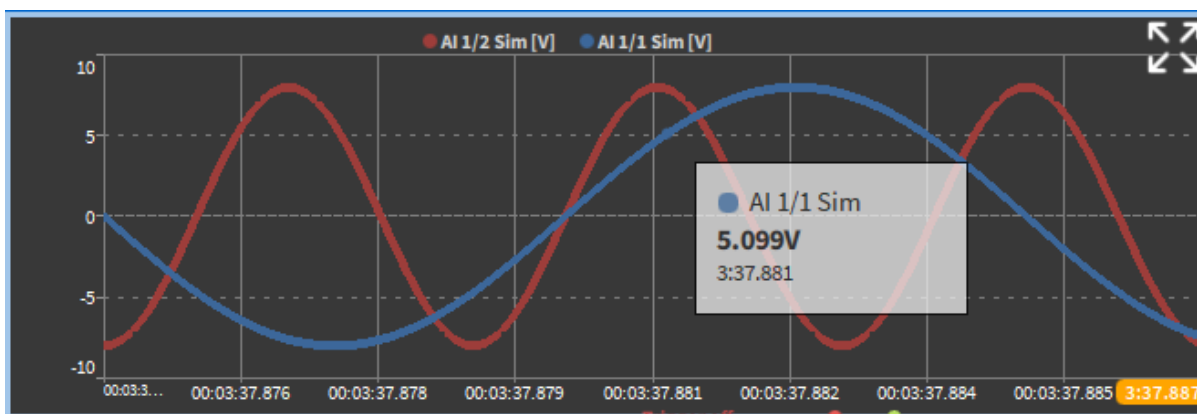

Abb. 8.10: Mouse-over Information
- Optional kann gewählt werden ob nur statistische Daten angezeigt werden sollen. Wenn *Show data labels* aktiviert ist, öffnet sich ein Fenster und zeigt den Messwert und die Zeit der nächsten Kurve an, wenn sich die Maus im Recorder befindet (siehe Abb. 8.10).